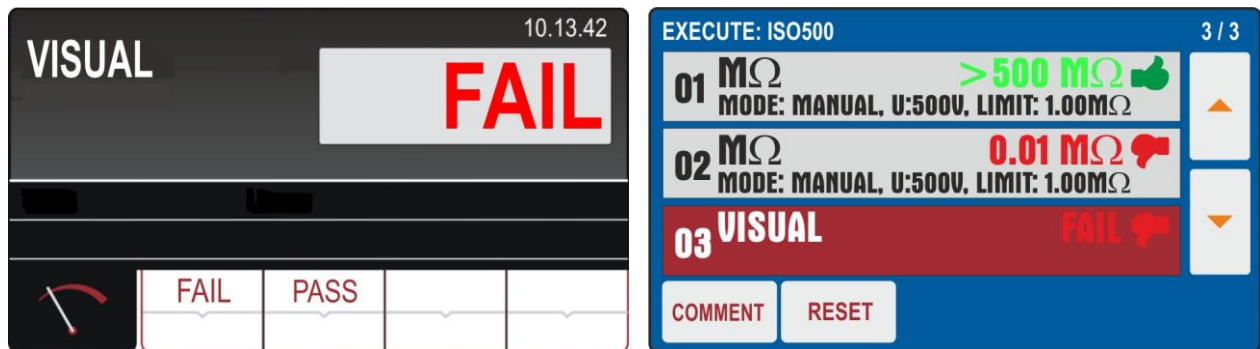

Fig. 79: Función AUTO TEST – Resultado final Autotest
11. Pulse dos veces la tecla **START/STOP** para activar la prueba “03” del Autotest que en el ejemplo considerado es la función **VISUAL** que indica el resultado Pasa o Falla de la prueba insertada por el usuario (ver la Fig. 79 – parte izquierda)
13. Al término del Autotest el instrumento presenta una pantalla final similar a la mostrada en Fig. 79 – parte derecha